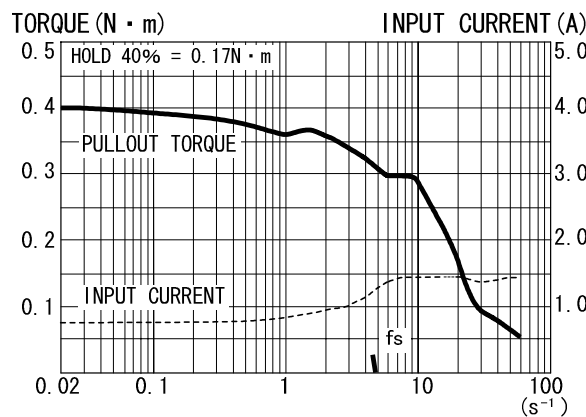
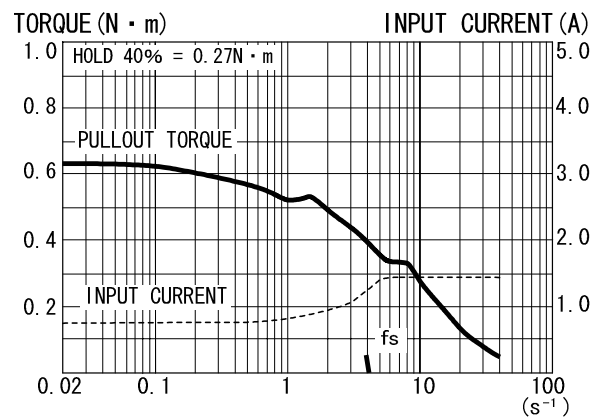
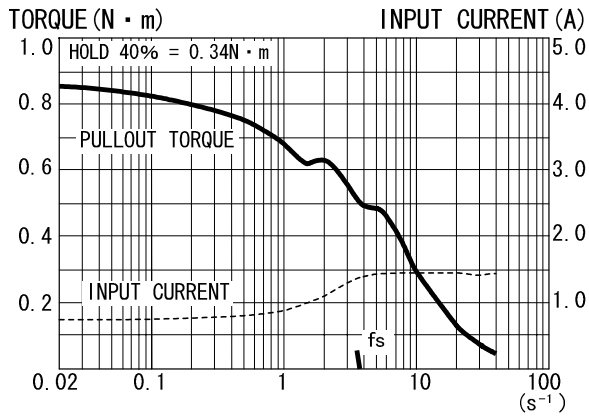

Fig. 6
Fig. 7
Fig. 8
| 103H7851-7051 (7021) 103H7852-7051 (7021) 103H7853-7051 (7021) | 0.72 | 0.75 | OFF (IH) | ON (5L) | Fig. 6 Fig. 7 Fig. 8 |